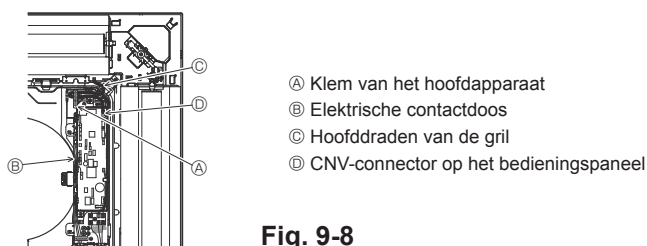

Fig. 9-8
9.4.4. Aansluiten van de bedrading (Fig. 9-8)